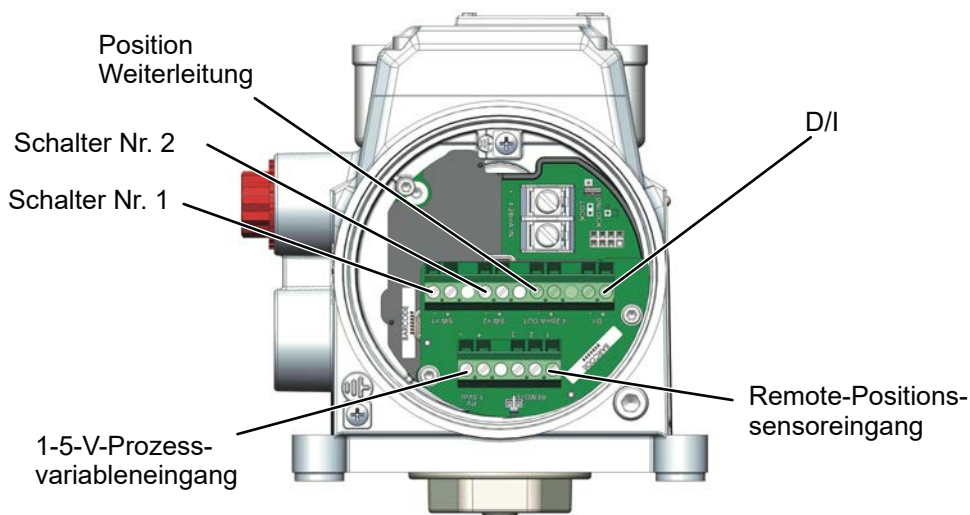

Abbildung 18: Verbindungen zum Optionselektronikmodul (über Klemmenbrett)
3. Suchen Sie den richtigen Klemmenblock am Optionsmodul (siehe Abbildung 18).